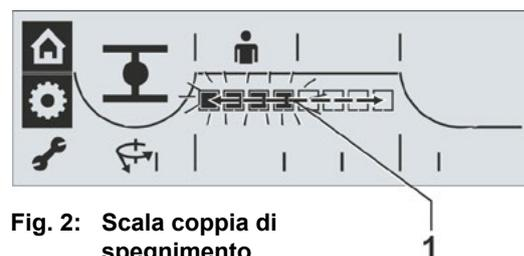

Fig. 2: Scala coppia di spegnimento
2. Confermare; premere il Drive Controller. Il simbolo della coppia di spegnimento (1) in posizione di fine corsa CHIUSO (2) e la scala (4) con il campo di regolazione da 30 a 100 % lampeggiano. I segmenti (rettangolo nero) (3) indicano l'attuale impostazione; un segmento corrisponde a un livello del 10 %. Pertanto, la figura a fianco indica che la coppia di spegnimento impostata è pari al 60 % della coppia massima.
4. Ruotare il Drive Controller per modificare l'impostazione (per classi di attuatori A e B: 30 % – 100 %; per classe di attuatori C: 50 % – 100 %). Per i valori di impostazione per ogni livello si rimanda alla tabella in alto. La scala (fig. 2, pos. 1) mostra la modifica.